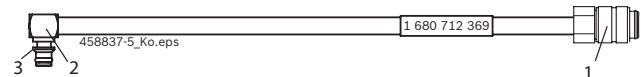

Fig. 1: Slangeledning 1 680 712 369
Slangeledningen 1 680 712 369 tilsluttes med koblingsadapteren (fig. 1, pos. 2) på returløbstilslutningen på Siemens/VDO/Conti CRI Piezo. Koblingsniplen (fig. 1, pos. 1) tilsluttes på prøvetilslutningen til returløbsmængden på EPS 200 / 205.
- Med den centrale hovedafbryder på apparatets forside (se fig. 1, pos. 6) tændes EPS 200 / 205.